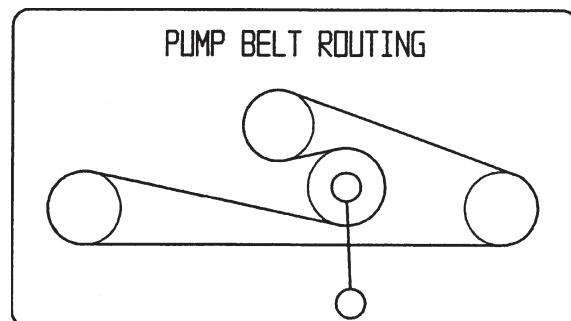

Figure 61
- Abaissez la poulie de tension rappelée par ressort et enlevez la courroie des poulies du moteur et de la pompe hydraulique (Fig. 61). Retirez la courroie entre les poulies.
- Installez la courroie neuve sur les poulies du moteur et de la pompe hydraulique (Fig. 61).
- Abaissez la poulie de tension rappelée par ressort et alignez-la sous la courroie de transmission, puis relâchez-la (Fig. 61).